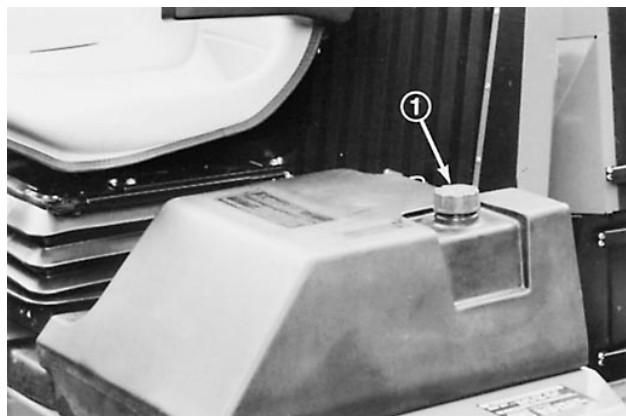

Figure 7
1. Enlever le bouchon du réservoir de carburant (Fig. 7).